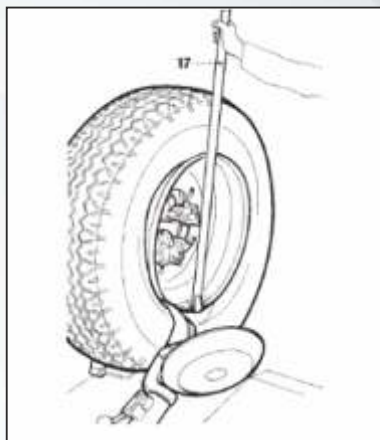

Рисунок 17
- вращайте колесо и одновременно проталкивайте съемный рычаг между ободом и бортиком, пока он не зацепится за бортик (см. рис.17).
- вставьте рычаг 17 (рис. 17) между ободом и бортиком справа от съемного рычага.
- вставьте рычаг 17 (рис.17) между диском и бортиком справа от съемного рычага.